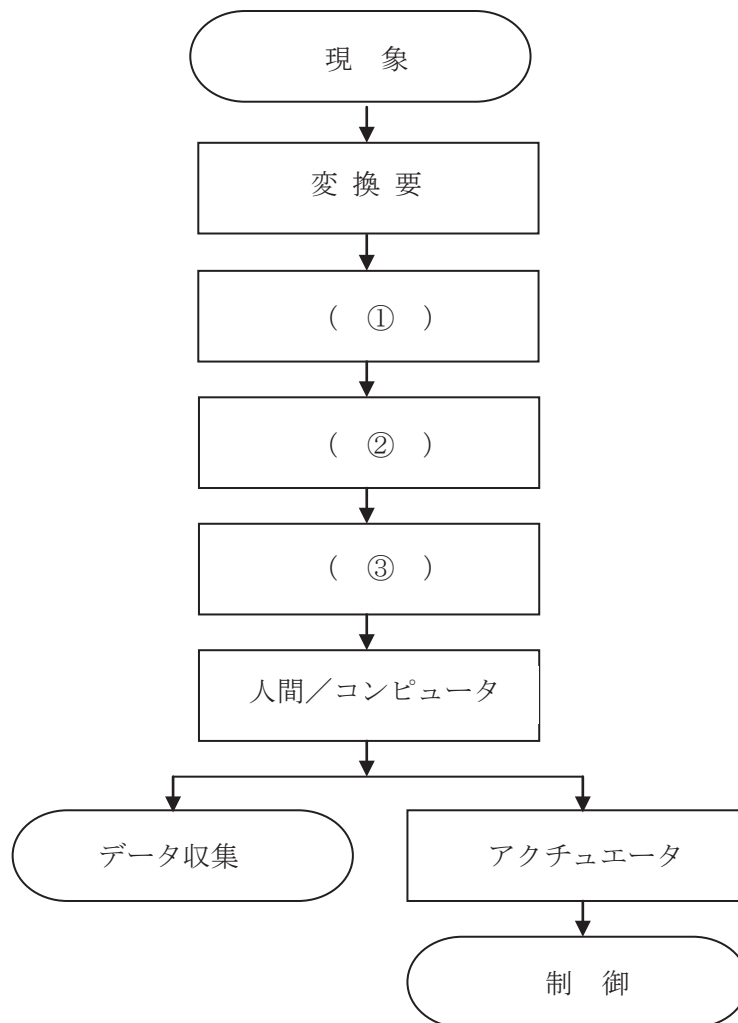

図 14 自動化センサシステム構成
問題 4 2 図 14 は自動化センサシステム構成を表したものである。センサシステム構成に関する記述の (①) ～ (③) 内に当てはまるものの組合せで、最も適切なものはどれか。